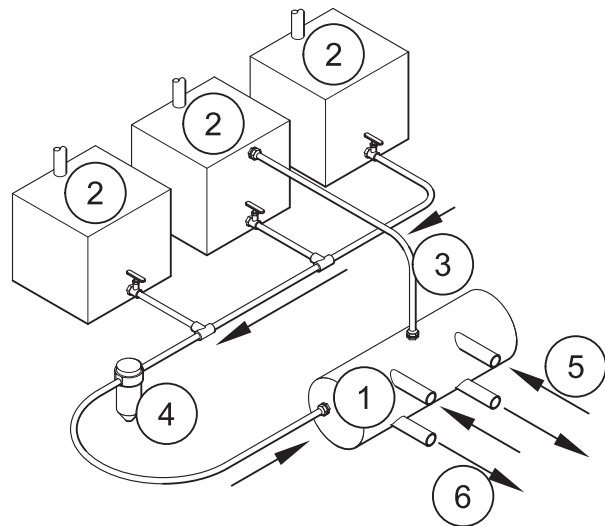

Figure 28
La Figure 28 montre un réservoir collecteur (1) alimenté par tous les réservoirs de stockage (2) et raccordé aux systèmes d'alimentation et de retour du moteur, mais avec un tuyau d'évent (3) amené et raccordé au réservoir le plus pratique en son point le plus élevé. Les alimentations de carburant (5) doivent être prises au bas du réservoir collecteur et les retours de carburant (6) au sommet.